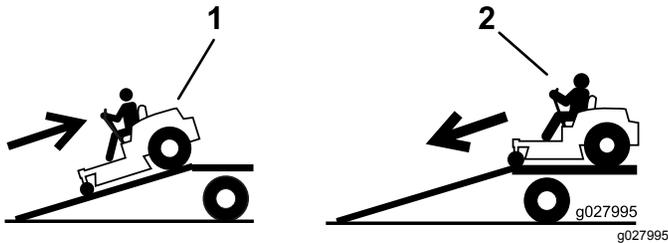

Bild 41
4. Fahren Sie mit der Maschine rückwärts auf die Rampe (Bild 41).
2. Fahren Sie die Maschine vorwärts von der Rampe herunter (Bild 41).